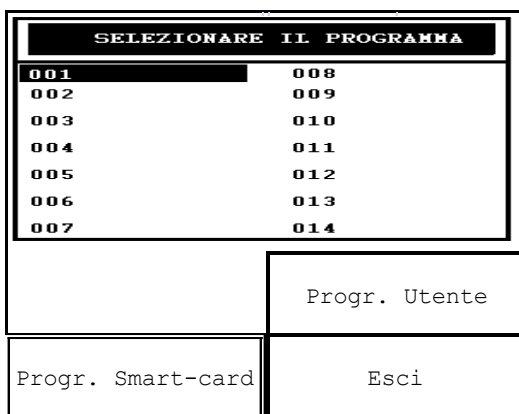

Fig.18
Invece , premendo il tasto funzione relativo al pulsante GLOBALE (vedi fig. 18) , compare la seguente schermata:
Premendo invece il tasto funzione relativo al pulsante **PROGR. SMART-CARD**, l'area di memoria selezionata per creare un programma è la smart-card (come indica la cornice all'interno del pulsante **PROGR.SMART-CARD**); la pressione di tale pulsante farà comparire la schermata di fig.18.
- si ritorna alla schermata di fig. 18 se era stata selezionata la memoria utente per la creazione del programma personalizzato
Dopo che l'operatore è stato informato che l'operazione di memorizzazione del programma personalizzato sul supporto di memoria selezionato è terminato con successo, passato qualche secondo di attesa, si ritorna alla schermata di fig. 18 se era stata selezionata la memoria utente o alla schermata di fig. 19 se era stata selezionata la smart-card.